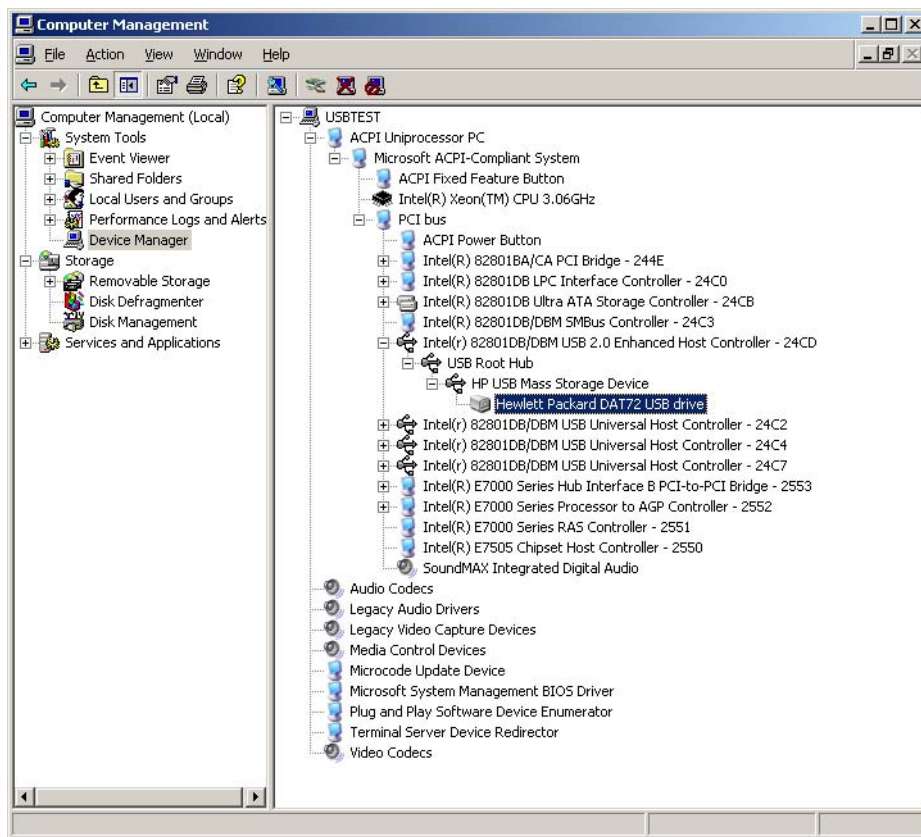

Рис. 20. Диспетчер устройств Windows, контроллеры USB
См. Рис. 20 на стр. 43.
3. В дереве устройств найдите устройство Корневой USB концентратор и убедитесь, что к нему подключен только стример, обозначенный как **Запоминающее устройство для USB HP**. На Рис. 20 на стр. 43 показан пример подключения одного стримера к выделенному корневому концентратору USB 2.0.
3. Если стример подключен к **Запоминающему устройству для USB HP**, значит он настроен правильно. См. Рис. 20.